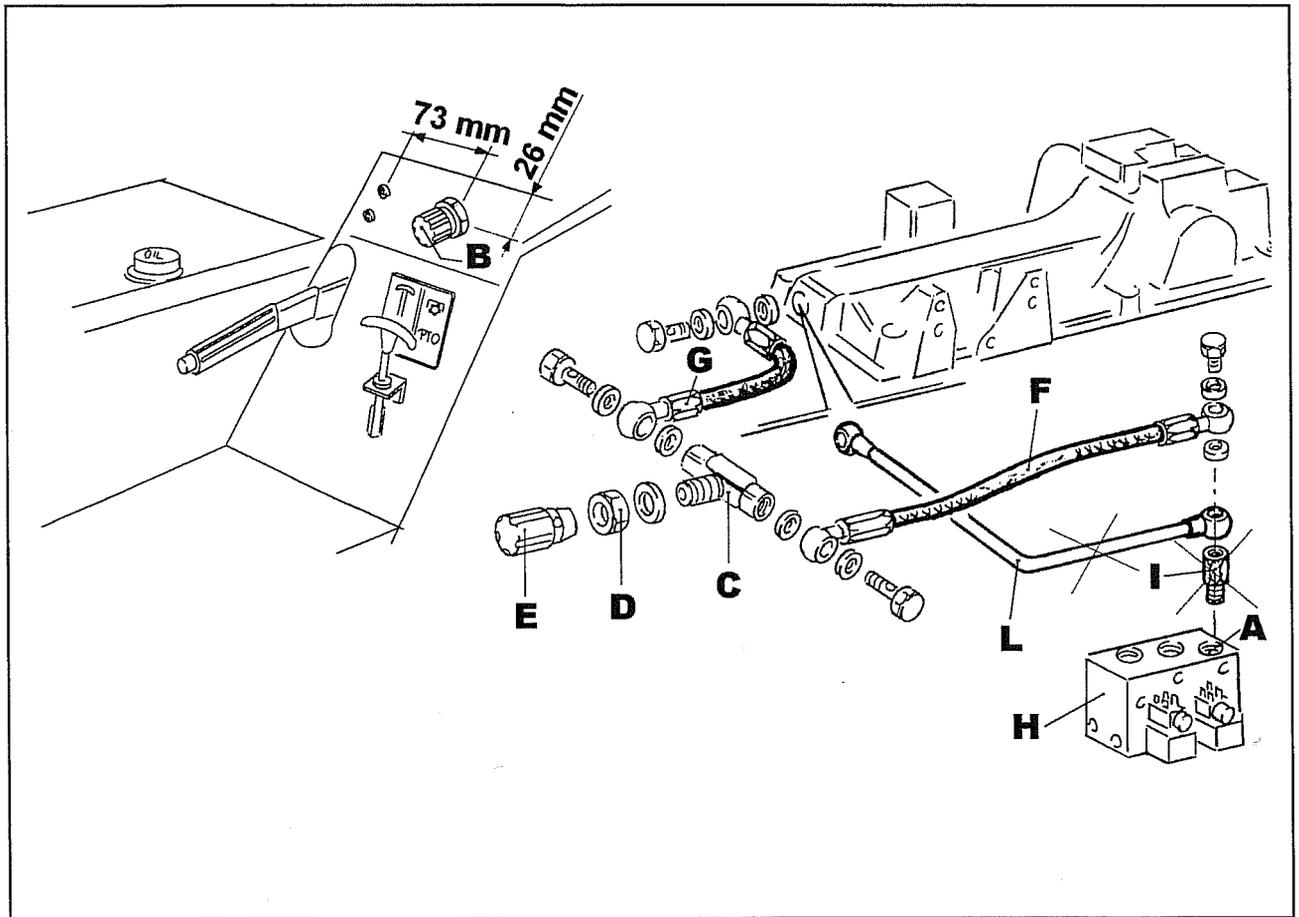

Abb. 34
2. Im linken Schutzblech auf der Höhe von Punkt **B** Abb. 34 ein Loch mit Durchmesser von 20 mm bohren.
4. Die Schläuche **F** und **G** wie in der Abbildung 34 gezeigt verbinden.